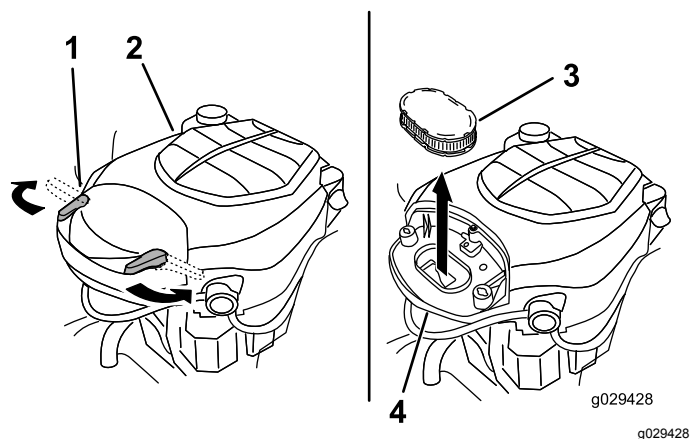

Figure 25
2. Déposez le couvercle pour accéder à l'élément filtrant (Figure 25).
7. Reposez le couvercle et fixez-le avec les verrous (Figure 25).